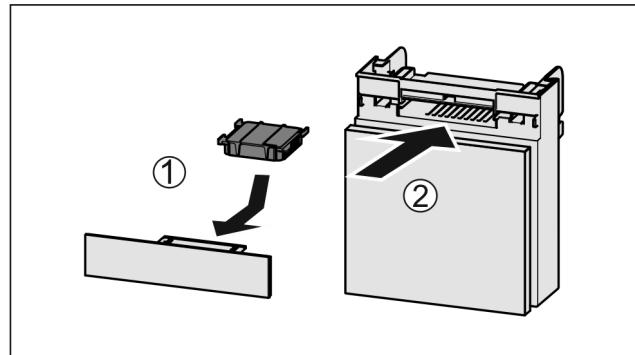

Fig. 165
- Aktivkohlefilter nach Abbildung einsetzen Fig. 165 (1).
► Fach einschieben Fig. 165 (2).